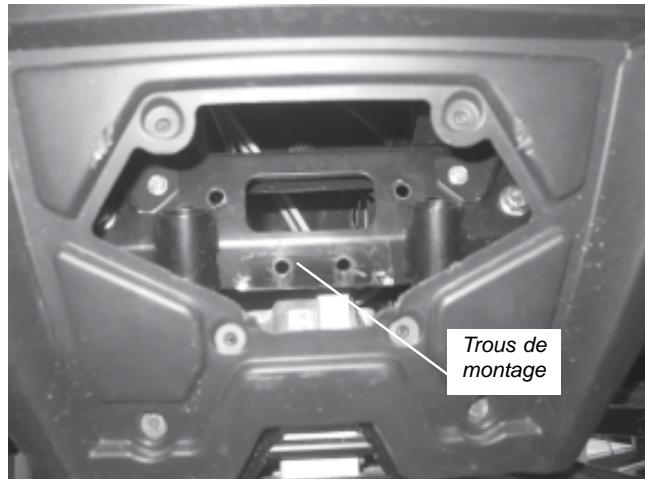

Figure 2
2. Repérez les trous de montage pour fixer la plaque de blindage sur le cadre, tel qu'indiqué à la figure 2.